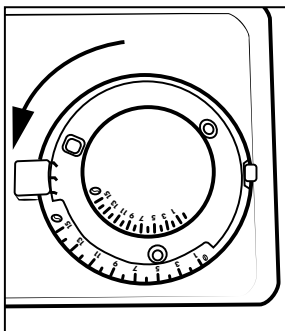

Abb. 3
- 2) Drehen Sie den Mahlgradregler **3** gegen den Uhrzeigersinn bis zum Anschlag. Der L-förmige Flügel des Mahlgradreglers **3** muss die Mahlgradanzeige verdecken (s. Abb. 3).